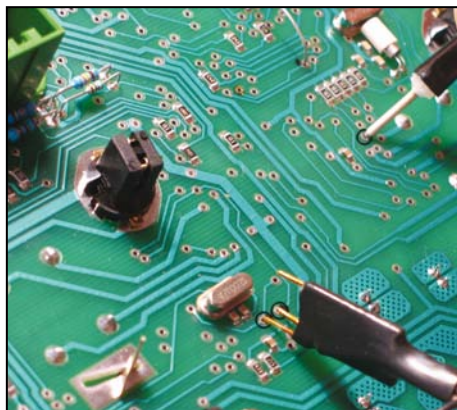

Рисунок 23. Точки программирования
- 8 Прижмите щупы насадок программатора к соответствующим контактным площадкам печатной платы (рисунок 23).